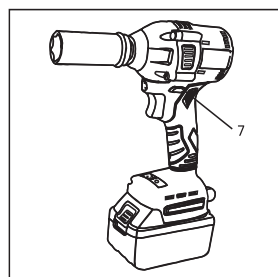

Fig. 1
6.2 Selección de velocidad alta y baja en la rotación hacia adelante (Fig. 1 y 2)